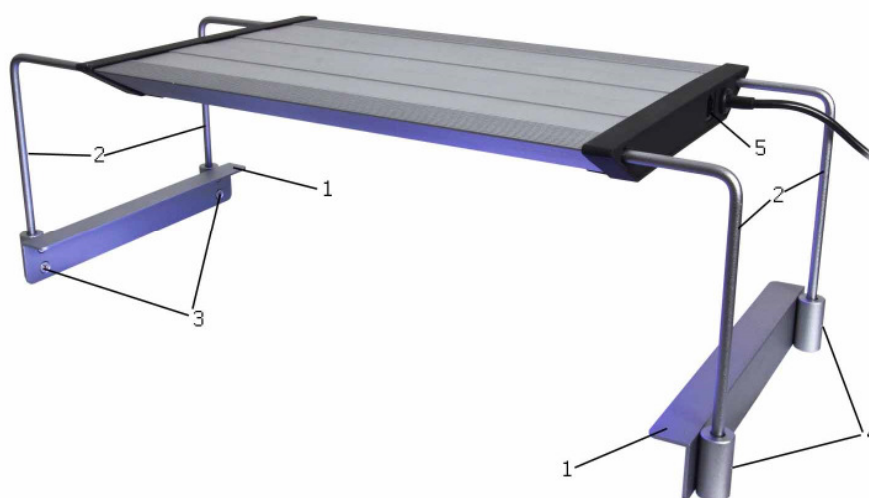

Рис. 2: aquarius с креплением для аквариума
- Подставка для светильника (см. рис. 2)
Крепёжные уголки (Рис. 2, №. 2) вставляются в направляющие **aquarius**. После этого в боковых отверстиях (Рис. 2, №. 4) настраивают с помощью шестигранного винта нужную высоту крепежных уголков. Ключ для фиксации крепежных уголков есть в комплекте. Профили (Рис. 2, №. 1) устанавливаются на боковых стеклах аквариума. Требуемое расстояние достигают, протягивая крепежные уголки в направляющие.
С помощью контроллера **aquarius control (Art.-Nr. 87700)** можно управлять шестью каналами отдельно. Контроллер подключается ко входу (**рис. 2, № 5**) **aquarius**. При помощи доступного как дополнительное оборудование Y-образного кабеля (Art.-Nr. 87701) можно подключать несколько светильников к одному контроллеру.